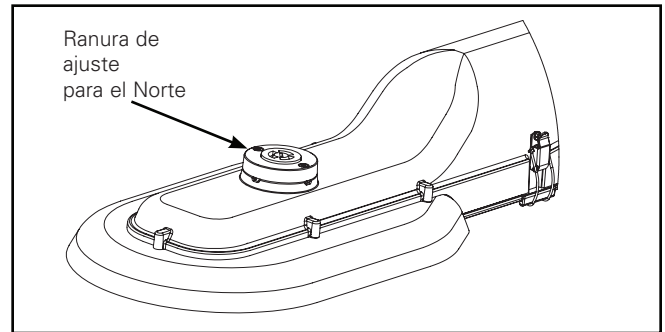
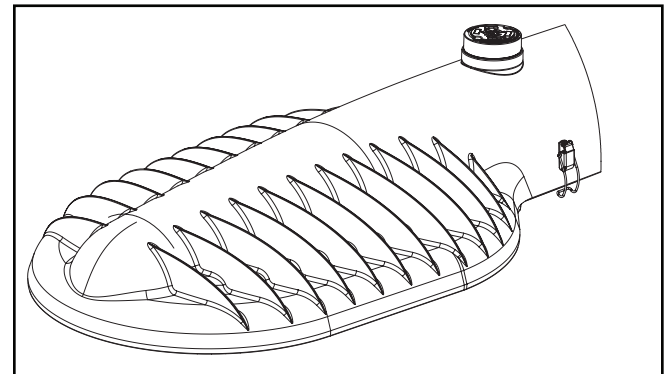

Figura 10.
Figura 11.
1. Con un destornillador de paleta plana, afloje los dos tornillos de cabeza plana, para permitir la rotación del receptáculo. (Figura 10. y Figura 11.)